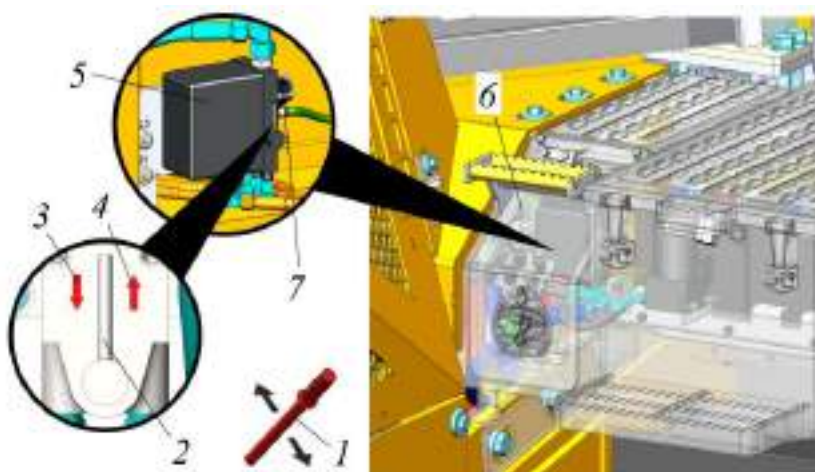
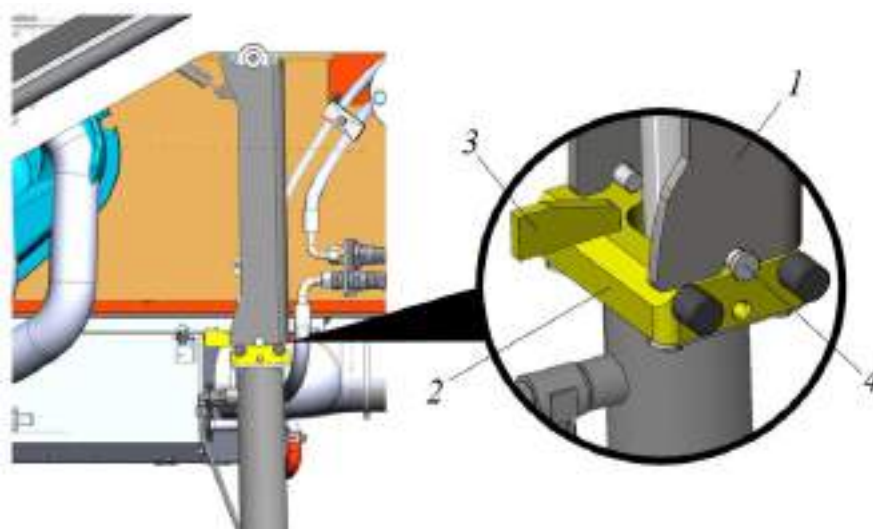
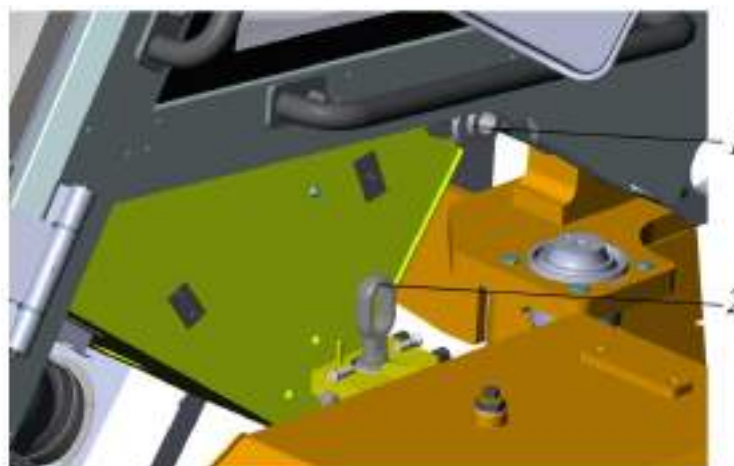

Рисунок 5.27. Подъем кабины с помощью гидравлического насоса с ручным приводом
Рисунок 5.29. Процедура подъема кабины оператора
Рисунок 5.38. Шток гидроцилиндра подъема-опускания кабины опущен
Открыть дверцу ящика 6, где расположены насосы подъема кабины, рис. 5.27.
Раскрутить (ослабить) фиксатор 5 и за флажок 3 повернуть опору блокиратора 2 по часовой стрелке на 90 градусов, снова закрутить фиксатор 5. Флажок опоры блокиратора 3 должен занять позицию, как показано на рис. 5.29.
Переместить флажок 2 на насосе в направлении вниз поз. 3, рис. 5.27 .
Качая рычагом 1 (рис. 5.27.) вверх и вниз опустить блокиратор поз. 1 до совмещения с опорой блокиратора 2 (рис. 5.29). При этом, выемка на блокираторе должна совместиться с фиксирующей втулкой поз. 4, рис. 5.29.
- ▶ Убедиться, что флажок 2 на насосе установлен в направление вниз, см. поз. 3, рис. 5.27.
- ▶ Продолжая качать рычагом 1 (рис. 5.27) опустить шток гидроцилиндра 2, как показано на рис. 5.38.
- ▶ Грузоподъемным оборудованием опустить кабину. При опускании убедиться, что проушина штока 2 гидроцилиндра подъема-опускания кабины не задевает за проушины кабины 1, рис. 5.38.